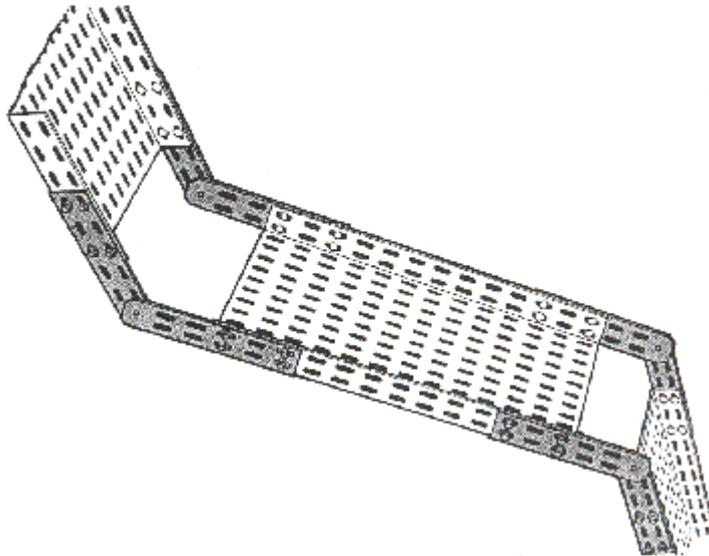

Figure 6.6 – Les chemins de câbles
d) Chemins de câbles : (voir figure 6.6)